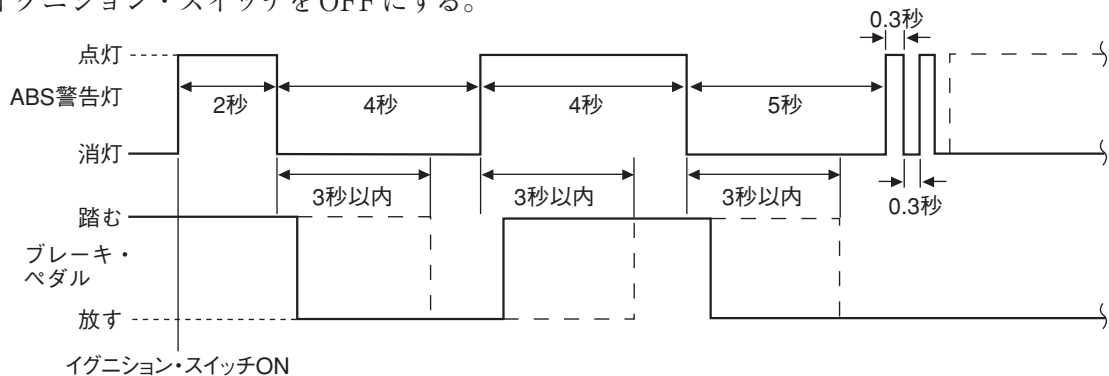

図2-2 ダイアグノーシス・コードの消去方法
- ② 図2-2に示すようにブレーキ・ペダルを踏んだまま、イグニション・スイッチをONにする。
- ③ ABS警告灯が消灯したら、3秒以内にブレーキ・ペダルを放す。
- ④ ABS警告灯が点灯したら、3秒以内に再度ブレーキ・ペダルを踏む。
- ⑤ ABS警告灯が消灯したら、3秒以内に再度ブレーキ・ペダルを放す。
- ⑥ その後、ABS警告灯が2回点滅したらダイアグノーシス・コードは消去されている。2回点滅しないときは、最初から行う。2回点滅の後に点灯したままになるときは、消去モードに入る前の初期診断で異常を検出しているのでダイアグノーシス・コードを確認する。
- ⑦ イグニション・スイッチをOFFにする。